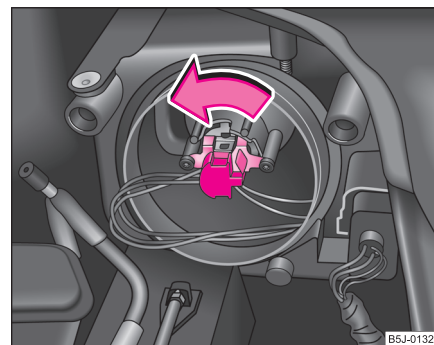

Fig. 173 Demontarea becului luminii de întâlnire și drum
- La farurile cu modul (bec cu halogen H7) ⇒ pagina 243, fig. 173, rotiți fișa electrică cu becul cu halogen până la limită spre stânga și scoateți-l.